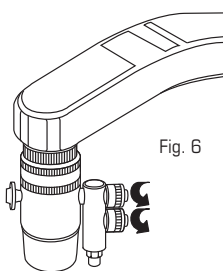

Fig. 6
- Destornille** para quitar las tuercas texturizadas (Fig. 6).